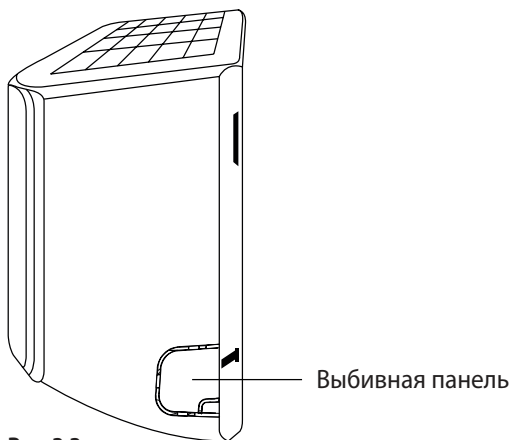

Рис. 3.3
2. Если отверстие в стене находится за блоком, то выбивную панель необходимо оставить на месте. Если отверстие в стене находится сбоку от внутреннего блока, то необходимо удалить выбивную панель с соответствующей стороны блока. (См. **рис. 3.3**) Таким образом в блоке появится щель, сквозь которую трубопровод может из него выйти. В случае возникновения трудностей с ручным удалением пластиковой панели используйте острогубцы.